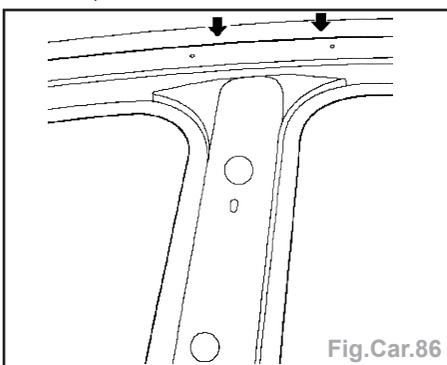

Fig.Car.86
- Enlever par perçage et séparer le montant B extérieur sup. (pièce neuve) (Fig.Car.86).